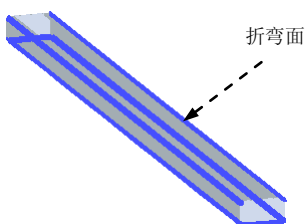

图 8.13.155 选取折弯面
(3) 选取折弯。在系统单击要修改的折弯。的提示下, 选取图 8.13.155 所示的 6 个曲面为折弯面, 单击鼠标右键 (两次)。